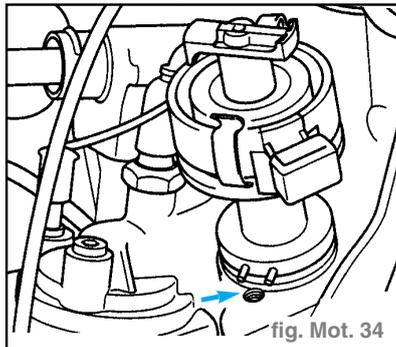

fig. Mot. 34
- Reposer l'allumeur. (fig. Mot. 34)